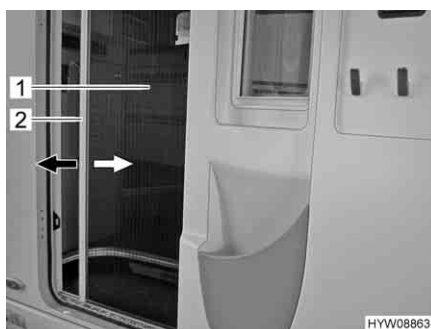

Fig. 34 Protezione contro gli insetti (porta di ingresso)
- Afferrare la barra di presa (Fig. 34,2) con entrambe le mani ed estrarre con movimento uniforme la protezione contro gli insetti (Fig. 34,1) dall'alloggiamento della porta.
- Afferrare la barra di presa (Fig. 34,2) con entrambe le mani e spingere la protezione contro gli insetti (Fig. 34,1) nell'alloggiamento della porta esercitando una leggera pressione.